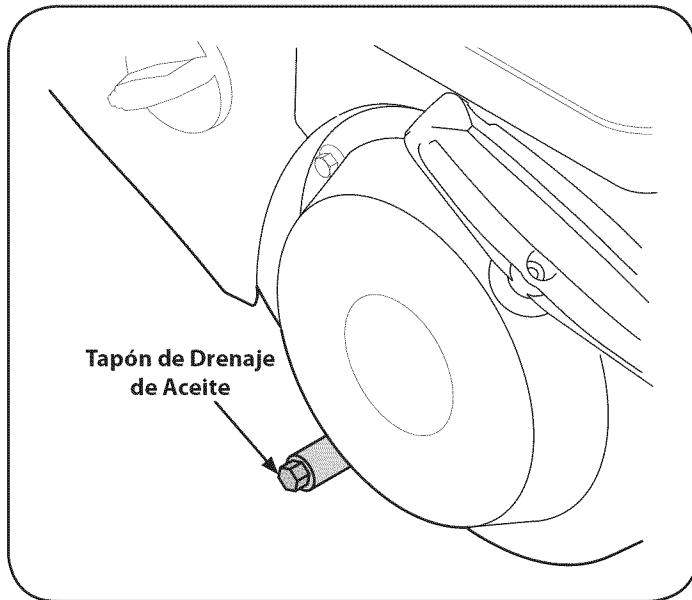

Figura 17
- Retire el tapón de drenaje de aceite. Vea la Figura 17.